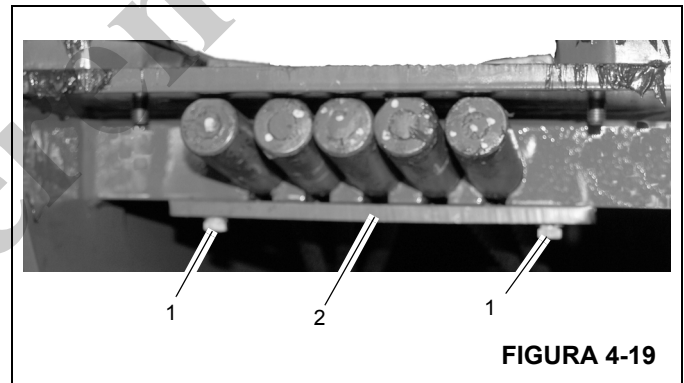

FIGURA 4-19
3. Saque los pernos y arandelas (1) que fijan la placa retenedora del cable de extensión (2) a la parte trasera de la sección de extremo (Figura 4-19). Retire la placa retenedora y saque los cinco extremos de cables de extensión de los agujeros alargados de la sección de extremo.